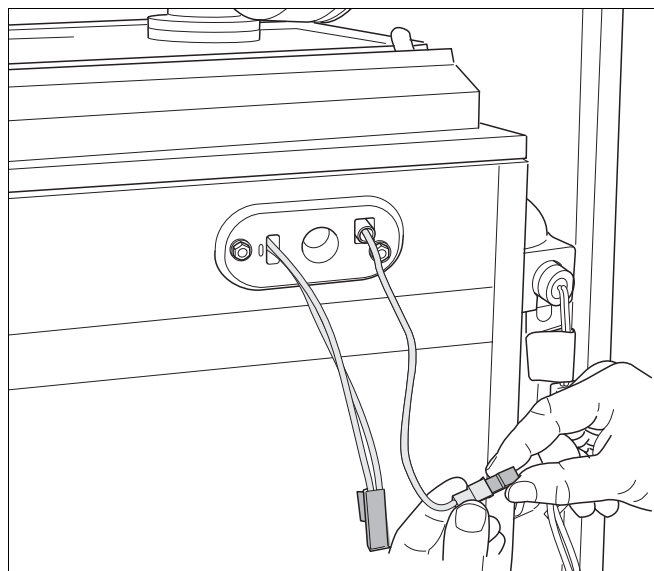

Рис. 90 Демонтаж соединительной вставки ионизационного электрода
- Разъединить штекерное соединение контрольного кабеля (рис. 90).